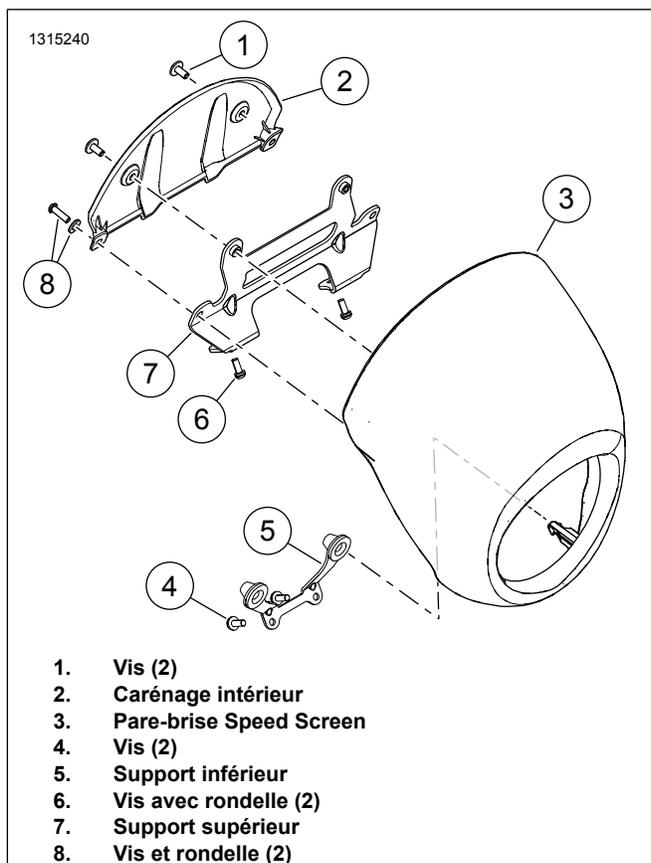

Figure 2. Saute-vent pour FXLRS
1. Voir Figure 2 . Déposer le saute-vent
- a. Déposer les vis et les rondelles (8).
- b. Retirer le saute-vent (3) du support supérieur (7).
- c. Retirer le saute-vent du support inférieur (5) afin de retirer les montants (7) hors des œillets (8).
- a. Déposer les vis (1).
- b. Déposer le carénage intérieur (2).
- a. Déposer les vis (6).
- b. Déposer le support supérieur (7).